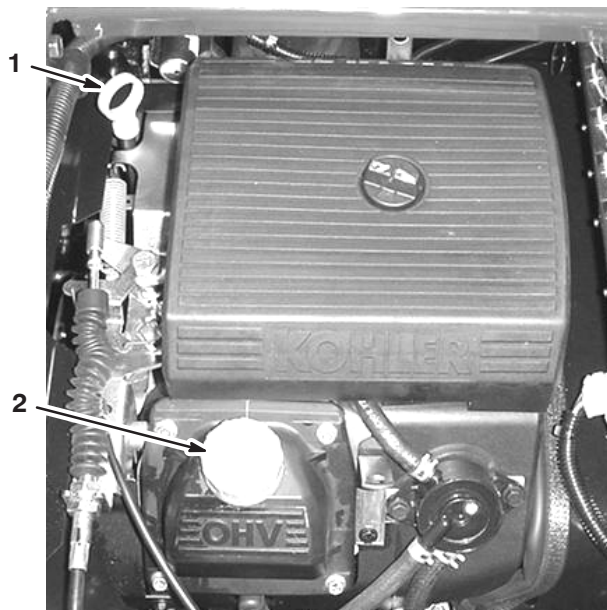

Bild 5
2. Nehmen Sie den Peilstab heraus und wischen Sie ihn mit einem sauberen Lappen ab (Bild 5). Stecken Sie den Peilstab in das Rohr und stellen Sie sicher, dass er vollständig eingeführt ist. Nehmen Sie den Peilstab heraus und prüfen Sie den Ölstand.
3. Nehmen Sie bei niedrigem Ölstand den Fülldeckel von der Ventilabdeckung (Bild 5) ab und gießen Sie so viel Öl ein, dass der Ölstand die „Voll“-Marke am Peilstab erreicht; siehe „Warten des Motoröls“ auf Seite 36 für die korrekte Ölsorte und -viskosität. Gießen Sie Öl langsam ein und prüfen Sie den Ölstand häufiger während des Füllens. **Füllen Sie nicht zu viel ein.**